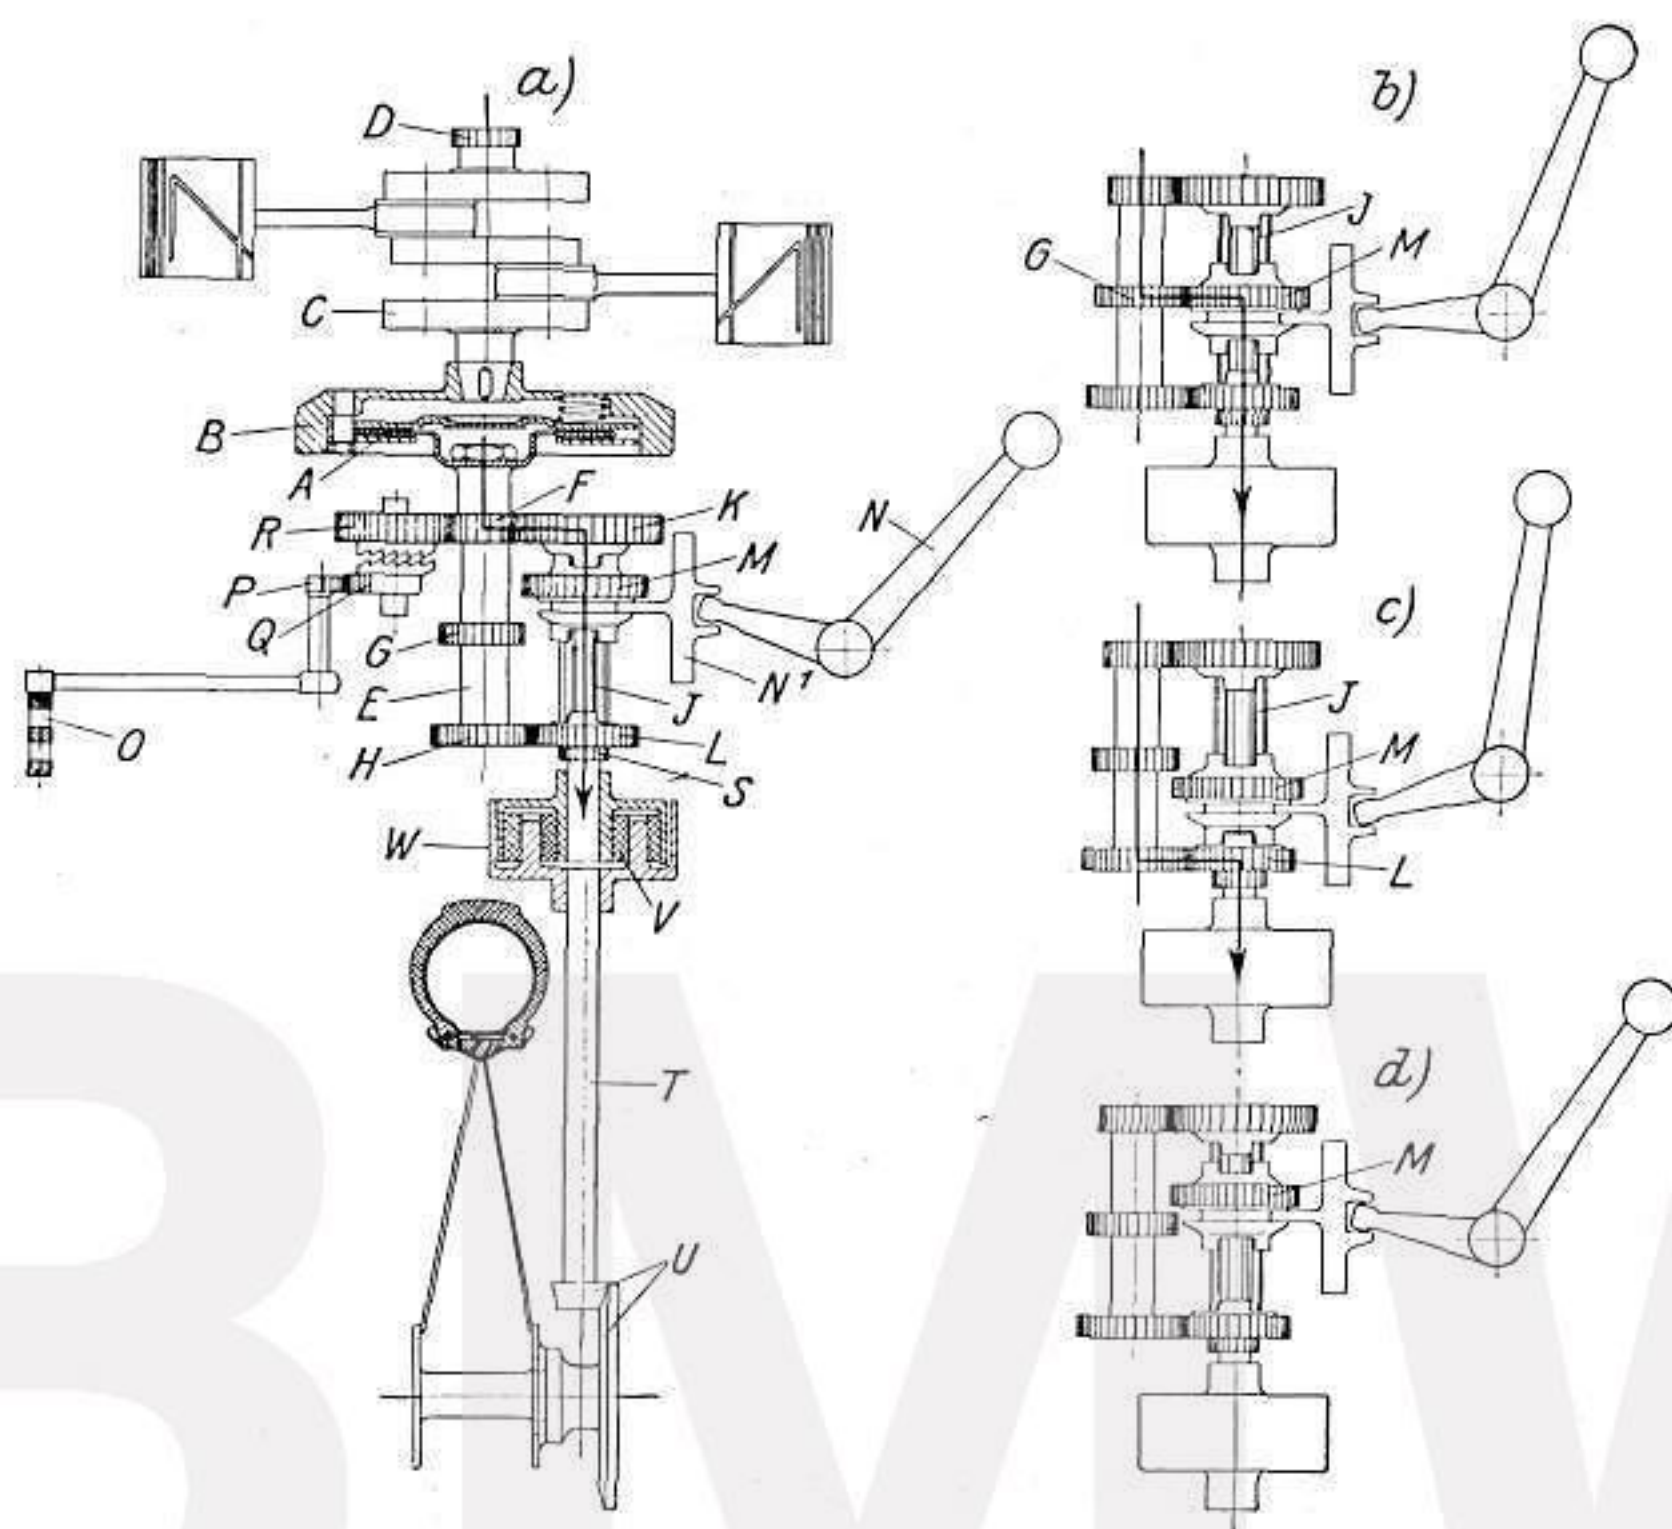

Abb. 17 Schematische Darstellung des Antriebes
11. Getriebe: Die vom Motor erzeugte Drehbewegung wird zunächst durch die Kupplung auf das Dreiganggetriebe übertragen, um von diesem unter entsprechender Herabsetzung der Geschwindigkeit an das Hinterrad abgegeben zu werden. In der Abbildung 17 ist die Wirkungsweise des BMW-Getriebes schematisch dargestellt. **A** bezeichnet die in das Schwungrad **B** eingebaute Kupplung und **C** die Kurbelwelle auf der noch das Zahnrad **D** für den Antrieb der Steuerung sitzt. Der Antrieb des Getriebes erfolgt durch die sich bei eingekuppeltem Motor ständig drehende Hauptwelle **E** und deren fest-sitzende Zahnräder **F**, **G** und **H**. Parallel zur Hauptwelle läuft die Vorgelege- oder Keilwelle **J**, deren lose drehbare Räder **K** und **L** ständig mit den Rädern **F** bzw. **H** kämmen, sich aber infolge ihrer verschiedenen Größen mit verschiedener Geschwindigkeit drehen. Auf der Vorgelegewelle sitzt ferner ein in der Keilbahn verschiebbares und nur mit der Welle zusammen drehbares Zahnrad **M**, welches auf seinen beiden Seiten mit Kupplungsklaue versehen ist, durch die es je nach seiner Verschiebung mittels Schalthebel **N** nach vorn oder hinten mit den Kupplungsklaue der Zahnräder **K** und **L** in Eingriff gebracht werden kann, so daß es von diesen sich durch die Hauptwelle **E** ständig drehenden Rädern mitgenommen wird und seinerseits die Welle **J** antreibt.